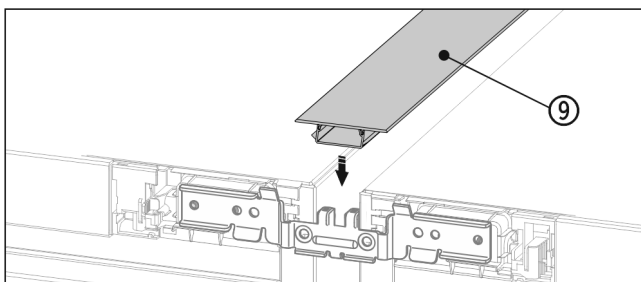

Fig. 21
- ▶ Auf der Oberseite die kurze Abdeckleiste Fig. 21 (9) in den horizontalen Spalt drücken.